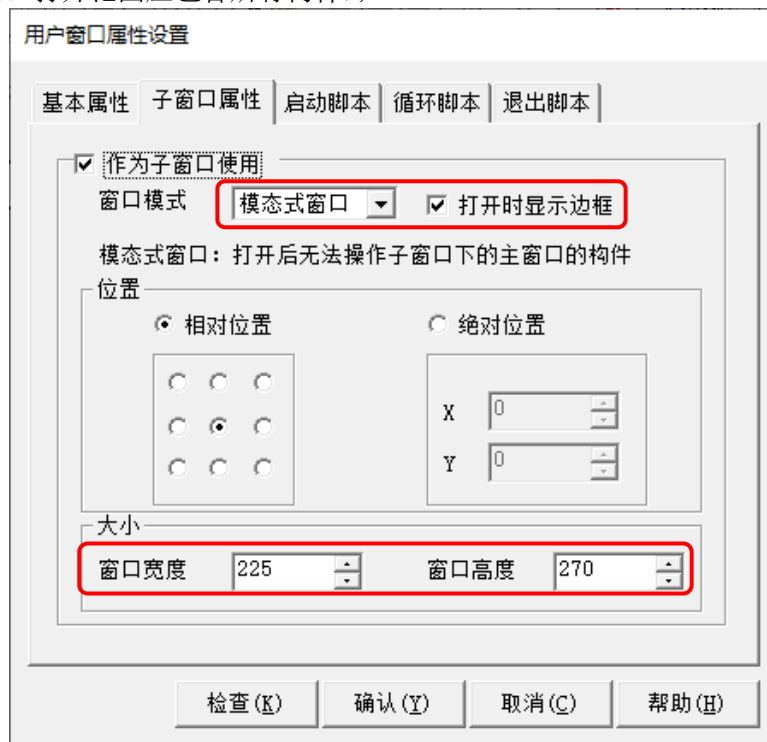

图 2.3-13 窗口打开方式
- ① 在自定义键盘所在的窗口【数值键盘】空白处双击，进入用户窗口属性设置；
- ② 如图 2.3-13 所示，勾选【作为子窗口使用】，根据需要设置窗口模式【模态式窗口】，并设置子窗口打开的大小（子窗口打开范围应包含所有构件）；